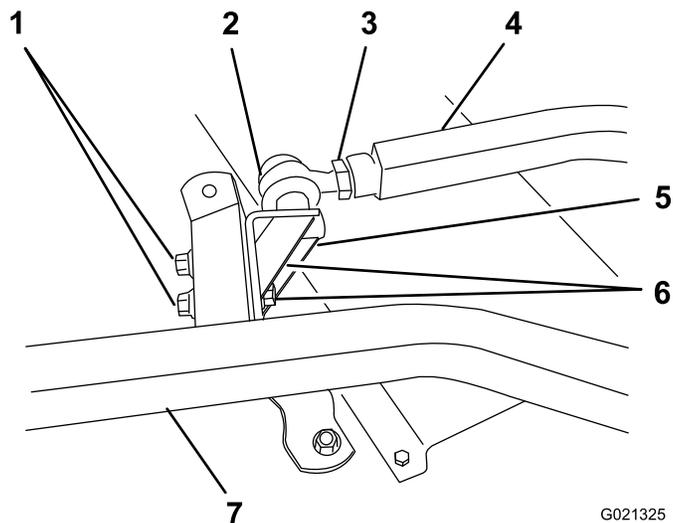

Figura 10
1. Rimuovete 2 viti a testa cilindrica, rondelle piane e dadi flangiati che fissano il supporto del giunto sferico sinistro al braccio della ruota orientabile sinistra (Figura 10). Togliete il supporto del giunto sferico e la staffa della catena.